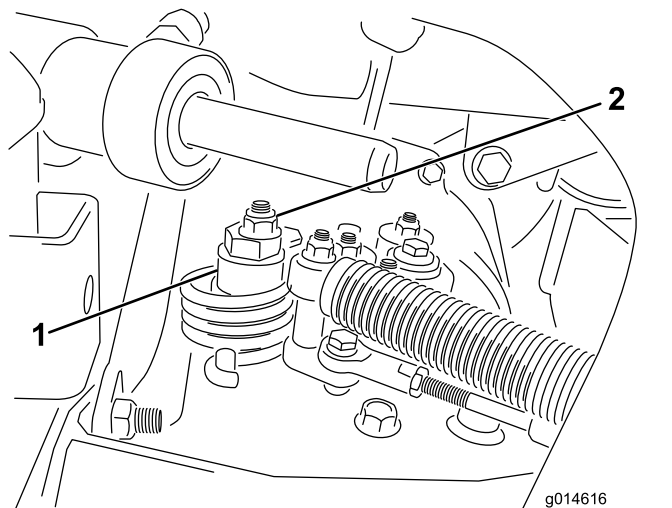

図 40
- 偏芯ナットをハイドロスタット上部に止めているナットをゆるめる 図 40。
- どちらにも車輪が回らないように偏芯ナットを回して調整する。調整ができれば固定ナットを締める 図 40。スロットル低速 および高速位置で調整が正しいことを確認する。